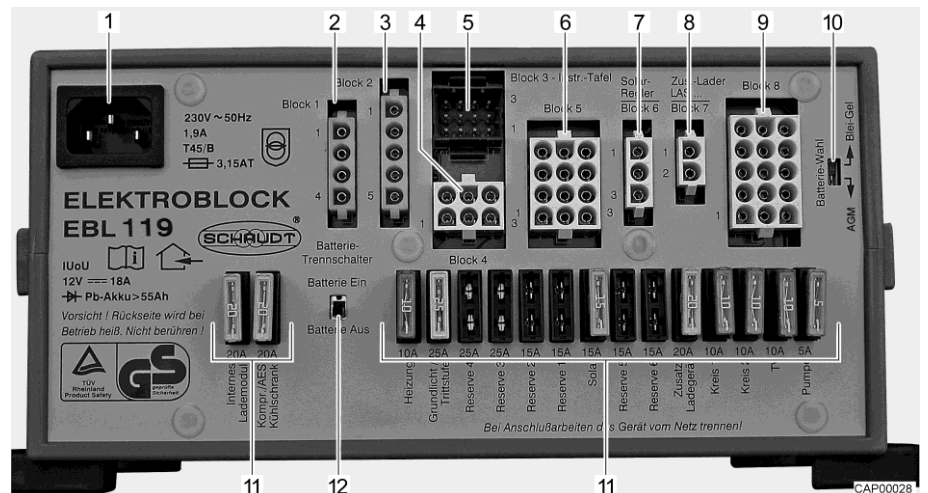

Bild 30 Elektroblock (EBL 119)
- Batterie-Trennschalter (Bild 30,12) am Elektroblock ausschalten.